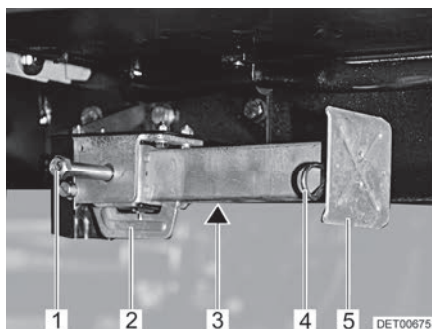

Fig. 48 Piedino di stazionamento
- Inserire la chiave a tubo nell'esagonale (Fig. 48,1) e ruotare fino a quando il piedino di stazionamento non si trova in posizione verticale verso il basso.
- Se la lunghezza del piedino di stazionamento è regolabile, sfilare la copiglia (Fig. 48,4) dal piede del prolungamento (Fig. 48,5).
- Inserire la chiave a tubo nell'esagonale (Fig. 48,1) e ruotare fino a quando il piedino di stazionamento non si stacca dal terreno.
- Spingere completamente all'interno il prolungamento dell'estremità del piedino (Fig. 48,5) e inserire la copiglia (Fig. 48,4) nel foro apposito.
- Girare sull'esagonale (Fig. 48,1), finché il piedino di stazionamento è orientato verso l'alto e la guida (Fig. 48,2) si trova proprio alla fine della scanalatura (Fig. 48,3).